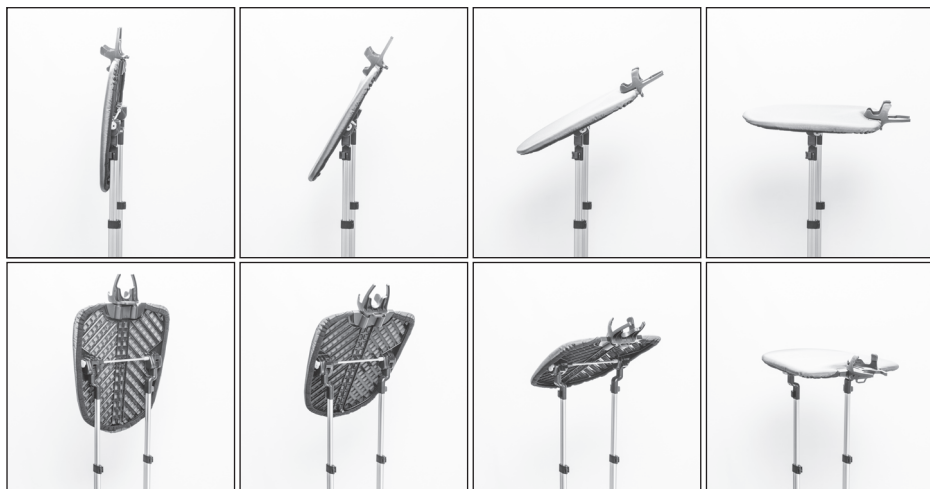

Рис. 8
7.2.1 Гладильная доска имеет механизм наклона и может быть установлена под углом 30°, 60°, 90° и 0° (рис. 8).